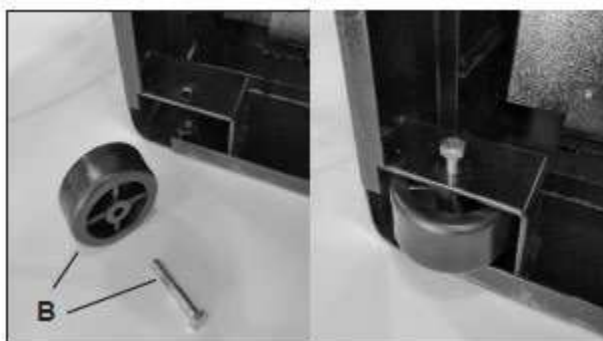

Рис. 2
4. Поставить два узла колес снизу слева основания, закрепить их двумя болтами М8 х 50 с двумя шайбами 8 мм (рис. 2, А).
5. Вставить болты с шайбами в раму и колеса, ввернуть в противоположную часть ниши под колеса (рис. 2, В).